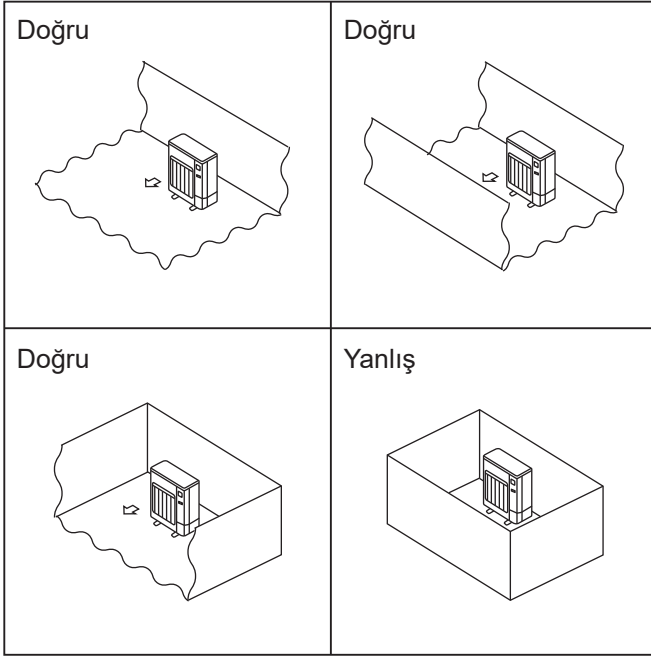

Fig. 2-2
- Ⓒ Dış üniteleri, dört yanından en az bir tanesi açık olan ve çukurlar olmayan yeterince geniş bir alana yerleştirin. (Fig. 2-2)